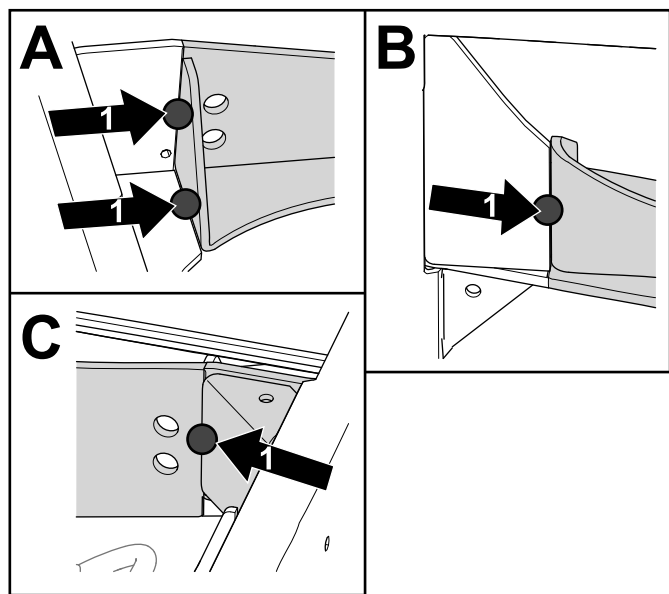

Figura 14
5. Applicate punti di saldatura alla parte esterna, inferiore e laddove il supporto angolare entra in contatto con il supporto dell'assale in modo da mantenerlo in posizione (Figura 14). Ripetete l'operazione sull'altro lato.